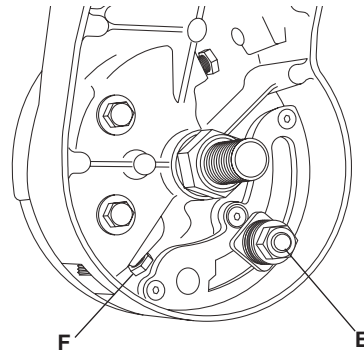

Figure 8b. Réglage de la butée d'inclinaison à 45° à gauche
5. Placez la clé plate de 10 mm sur la tête de boulon 'F'. Tout en tournant le boulon 'F', observez l'inclinaison de la lame et continuez jusqu'à ce que la lame soit alignée sur la surface à 45° de l'équerre combinée. (Figure 8b)
2. Placez la clé plate de 17 mm sur la tête du boulon 'E' (Figure 8b).